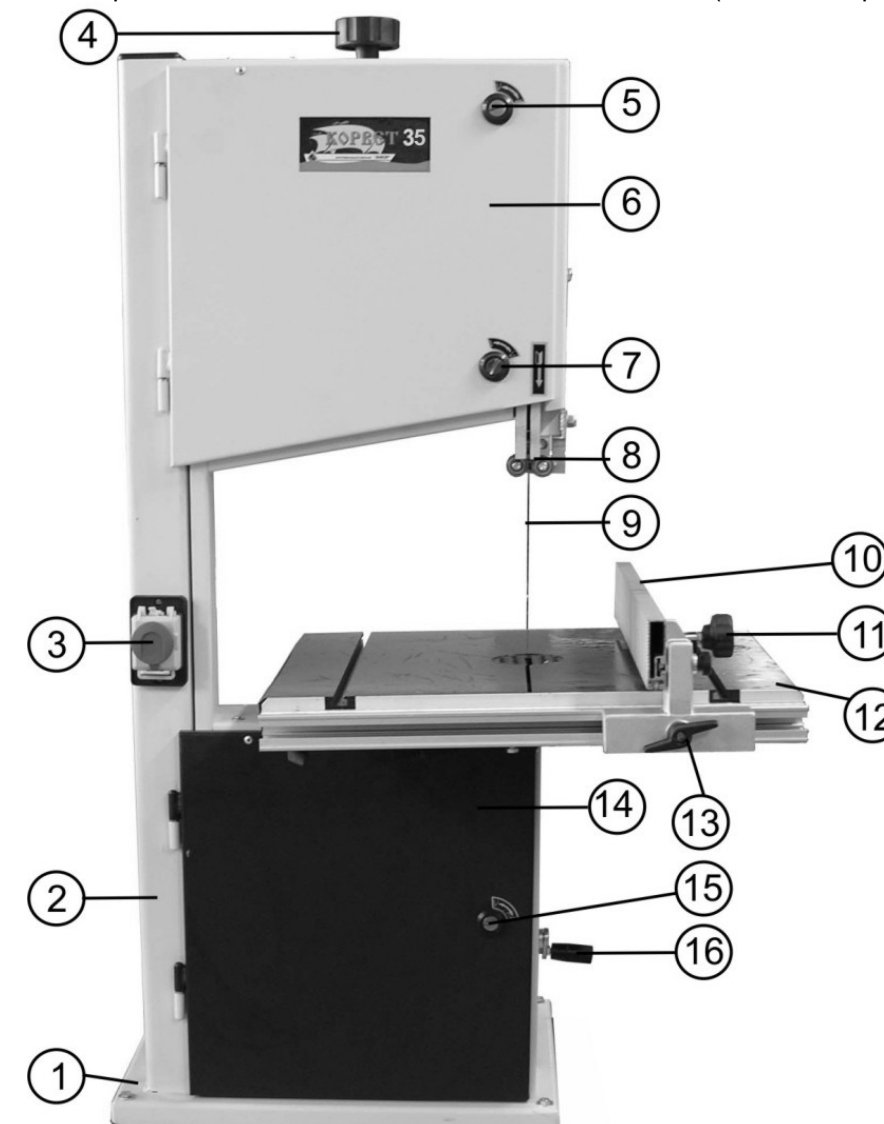
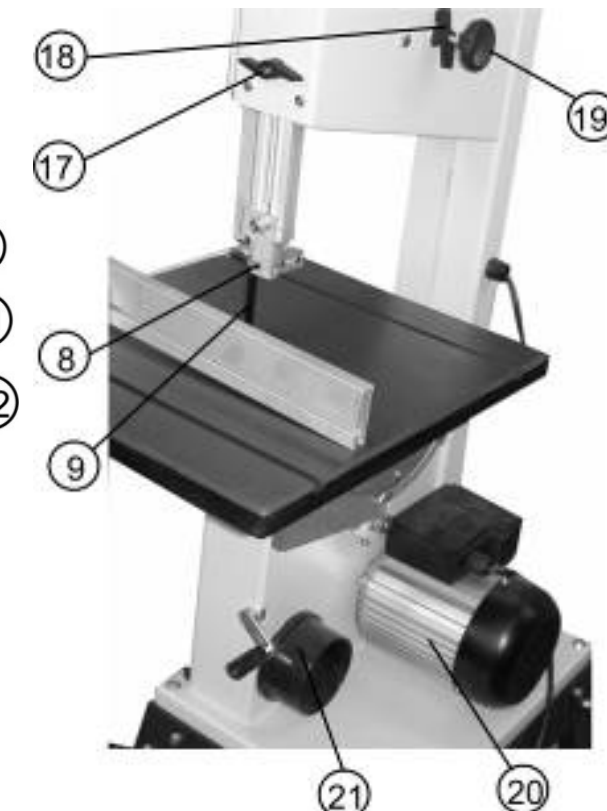

Рис. 2
Рис. 3
8.1.2. При установке пилы на верстаке (для обеспечения устойчивости) пила должна быть надежно прикреплена к верстаку через специальные отверстия в нижней части основания (1), Рис.2. Для этой цели необходимо установить болтовые соединения. Обязательно используйте при креплении плоскую и пружинную шайбы на каждый болт (не комплектуется).
- Перемещайте пилу при помощи подъемных механизмов и приспособлений, учитывая массу пилы (см. Табл.1) и только за основание (1), Рис.2.
- 12.1.1. Перед включением убедитесь в том, что патрубок пылесборника (21) пилы, Рис. 2, Рис. 3, подсоединён к устройству для сбора стружки и древесной пыли (см. Приложение А).
- 12.1.2. Поместите заготовку на рабочий стол (12). Проверьте плавность движения и равномерность прилегания заготовки к подвижному упору (10) и рабочему столу (12), Рис. 2.
- 12.3.4. Подачу заготовки осуществляйте двумя руками, не допуская опасной близости их к движущейся пильной ленте (9), с равномерной скоростью, без толчков, постоянно контролируя прижим заготовки как к рабочему столу (12), так и к подвижному упору (10). Продольное усилие подачи не должно перегружать пилу, не должно смещать пильную ленту (9) от траектории движения. Любая остановка заготовки может образовать неровность или ступень на срезе заготовки, Рис. 2.
- 12.3.6. При выполнении прямолинейных продольных или поперечных пиления заготовка обязательно должна плотно лежать на рабочем столе (12) и, кроме того, опираться на подвижный упор (10). Позиция подвижного упора (10) определяется заданным размером детали. Подвижный упор (10) должен быть точно выставлен и жестко зафиксирован, Рис. 2.
10.3. Установка маховика натяжения пильной ленты (Рис. 2)
10.3.1. Маховик (4), входящий в комплектность пилы, Рис. 1, установите, как показано на Рис. 2.
10.4. Установка ручки маховика натяжения ремня (Рис. 2)
10.4.1. Ручку (Ж), Рис. 1, установите в маховик (16), как показано на Рис. 2.
- 11.1.1. В связи с выполнением ряда работ, возникает периодическая необходимость установки рабочего стола (12) под прямым углом к пильной ленте (9), Рис. 2. На данной пиле предусмотрено такое фиксированное положение.
- 11.3.3. Поверните маховики замков (5, 7, 15) против часовой стрелки, откройте верхний и нижний кожухи (6 и 14), Рис. 2.